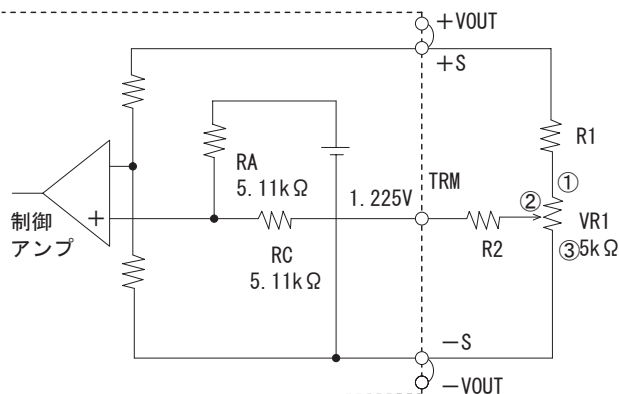

図4.4 外付け部品の接続方法
- ボリューム（VR1）と抵抗（R1, R2）を図4.4のように接続することで出力電圧を可変できます。